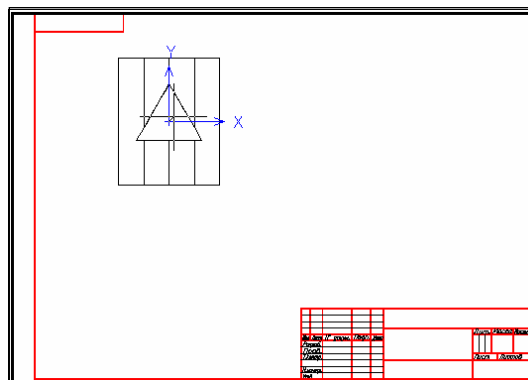

Рис. 5.11
- e) на запрос центра вида (Specify view center) щёлкнуть прицелом точку на листе (в левой части листа – рис. 5.11) – центр вида можно щёлкать многократно до приемлемого варианта, для подтверждения – **Enter**;